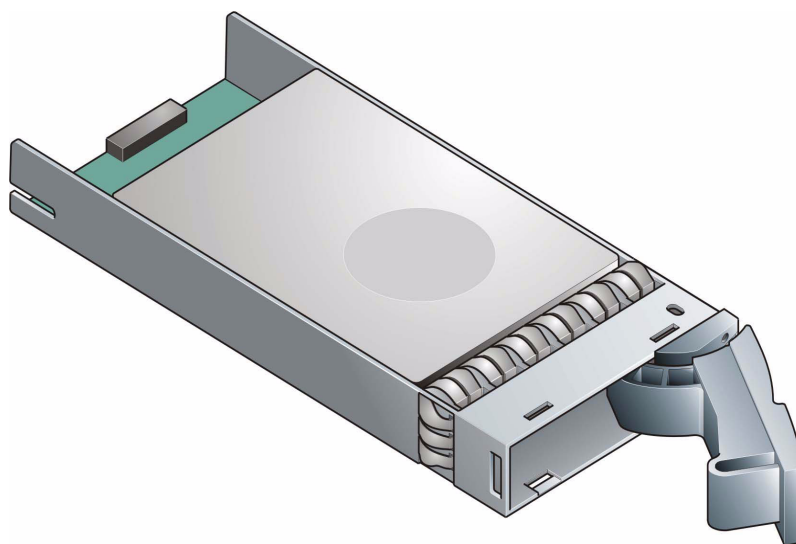

Abbildung 2-13 Installieren eines SATA Laufwerkträgermoduls (1)
- 1 Entriegeln Sie den Trägergriff, indem Sie den Riegel am Griff nach rechts drücken. Stecken Sie anschließend den Träger in den Einschluss ein (**Abbildung 2-13**).